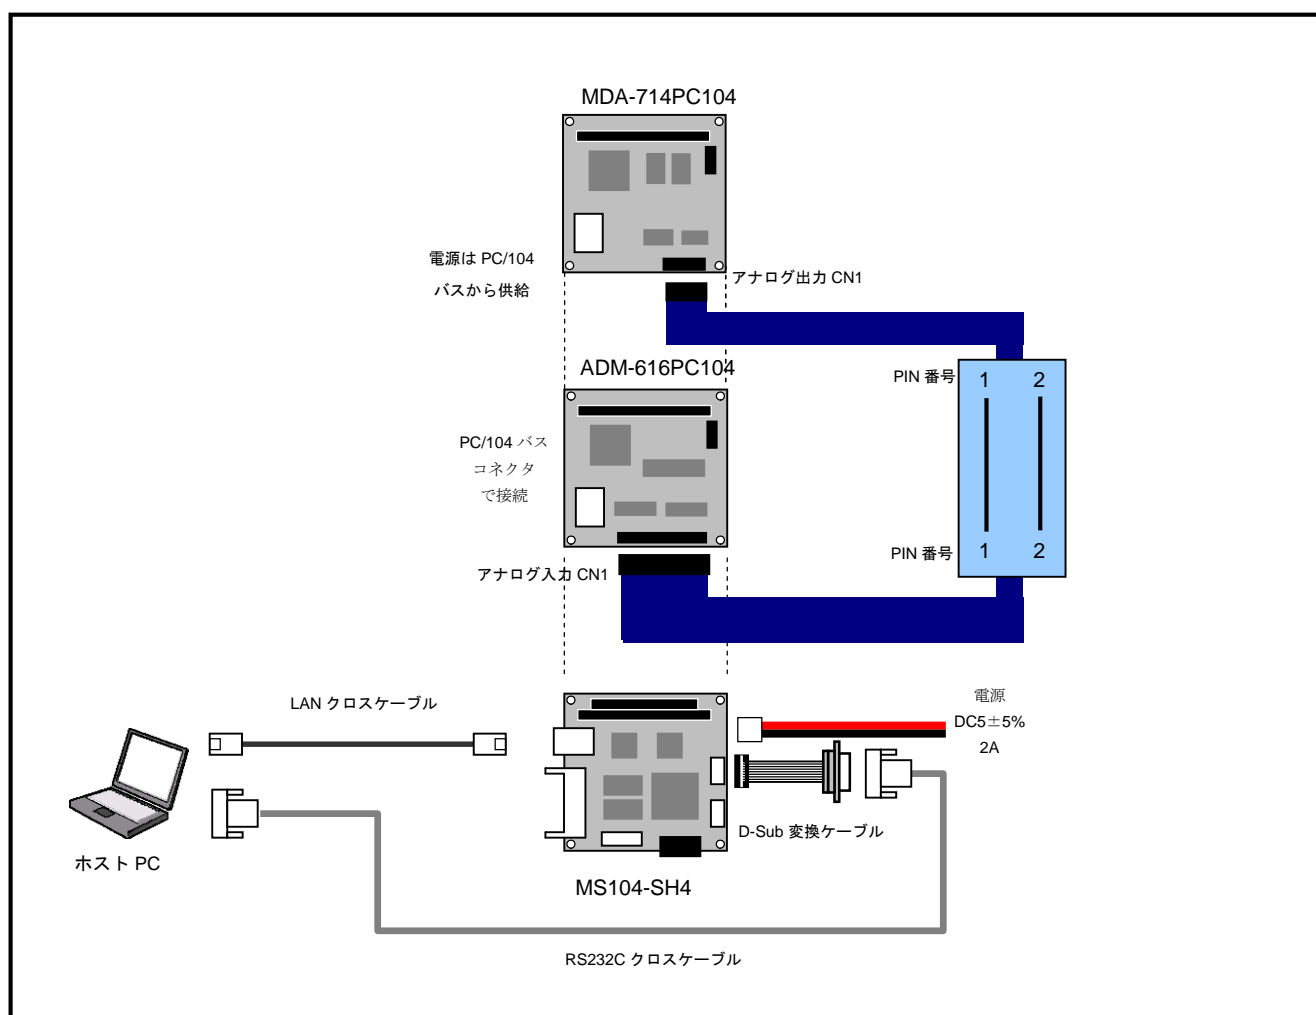

Fig 4.1-1 ADM-616PC104、MDA-714PC104 の接続
- ③ ADM-616PC104、MDA-714PC104 を「Fig 4.1-1 ADM-616PC104、MDA-714PC104 の接続」を参考に接続します。MS104-SH4 の電源が OFF であることを確認し、MS104-SH4 ボードの COM2(SCIF)と Ethernet ポートをそれぞれ、ホスト PC のシリアルポートと Ethernet ポートに接続してください。